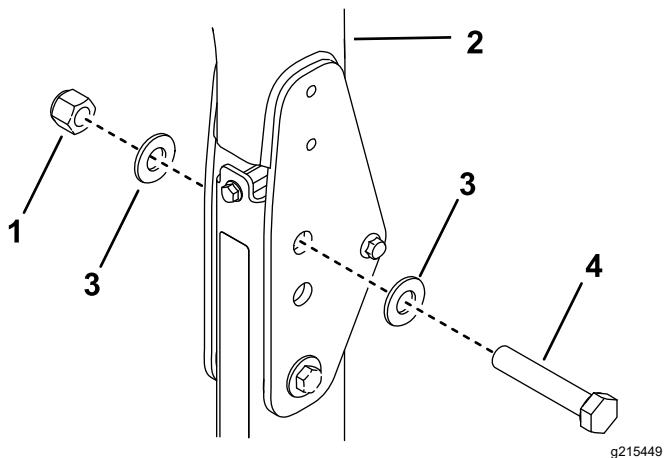

Рисунок 37
2. Установите шайбу (13/16 x 1½ дюйма) на каждый болт (¾ x 4 дюйма), как показано на Рисунок 37.
3. В отверстия, из которых были извлечены штифты, установите болты с шайбами (Рисунок 37).
4. Установите еще по одной шайбе на каждый болт и закрепите с помощью гаек (¾ дюйма), как показано на Рисунок 37.